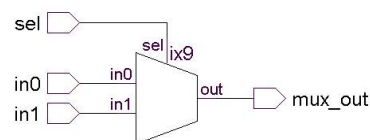

Figura 3.9: Reprezentarea RTL a circuitului sintetizat.
- Pentru a vizualiza structura rezultată în urma sintezei selectați butonul *RTL*  din *Toolbar*. În urma acestei acțiuni va apare o fereastră ca cea din figura 3.9.